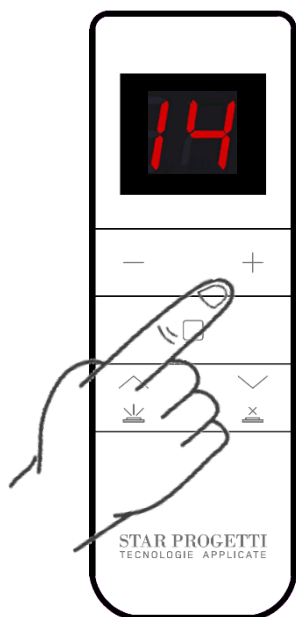
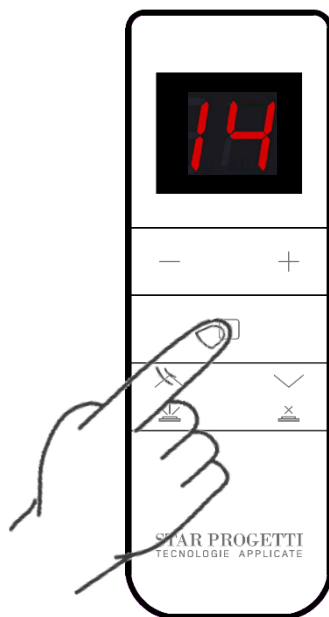

Fig.15
Fig.16
- Utilice los botones “+” y “-” para seleccionar el canal 14 (Fig. 15) e inmediatamente después pulse el botón como se muestra en la Fig. 16